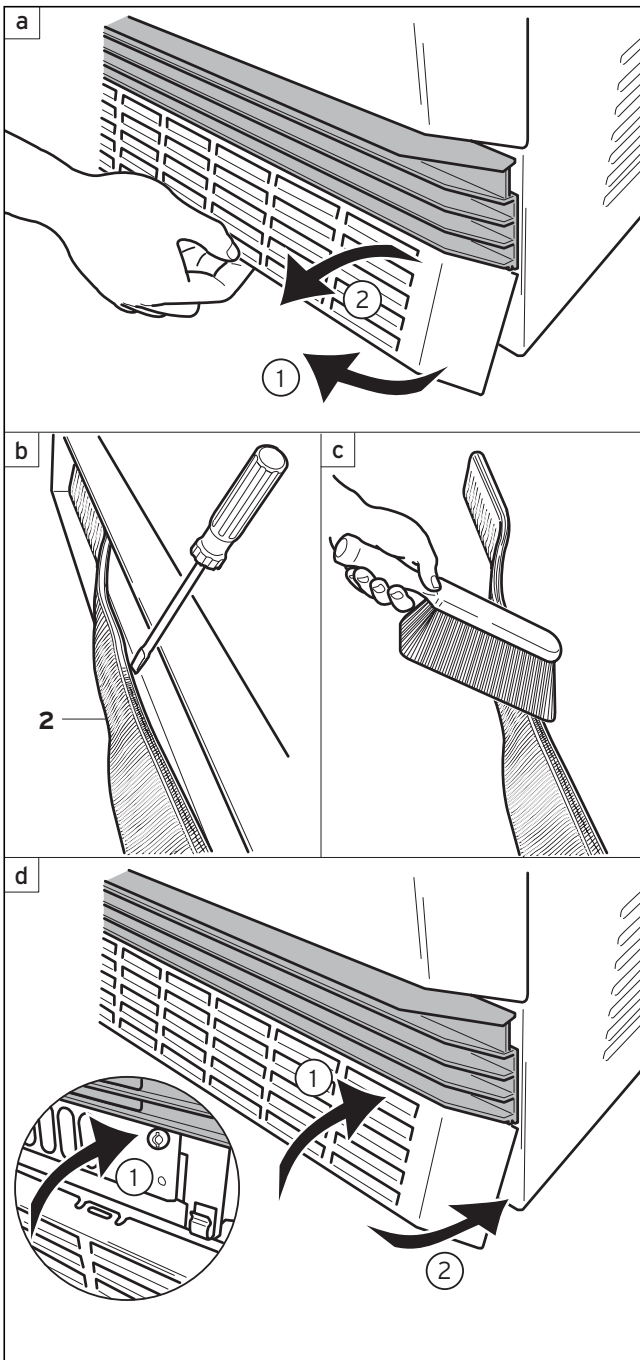

Abb. 3.4 Reinigung des Flusensiebs
3.5 Reinigung des Luftfilters (Zubehör), (Abb. 3.4)